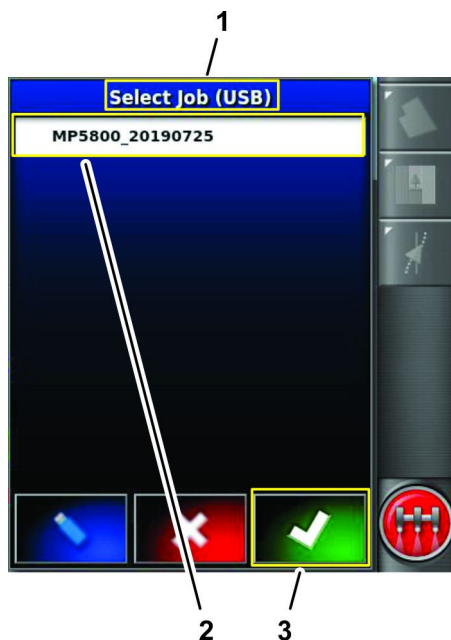

図 95
6. 別の車両に移したいジョブのアイコンを押し、承認アイコンを押す 図 95。